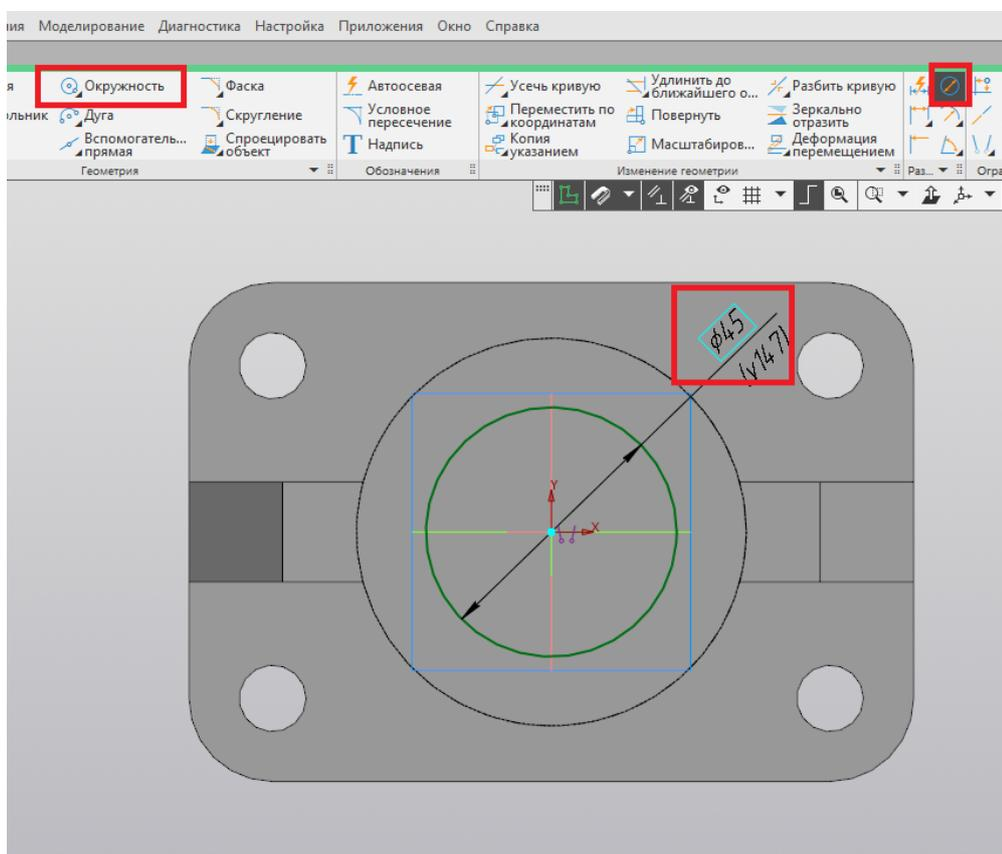

Рис. 150
22. Из начала координат строим окружность при помощи команды «Окружность». С помощью команды «Диаметр» задаём диаметр, равный 45 мм (рис. 150).